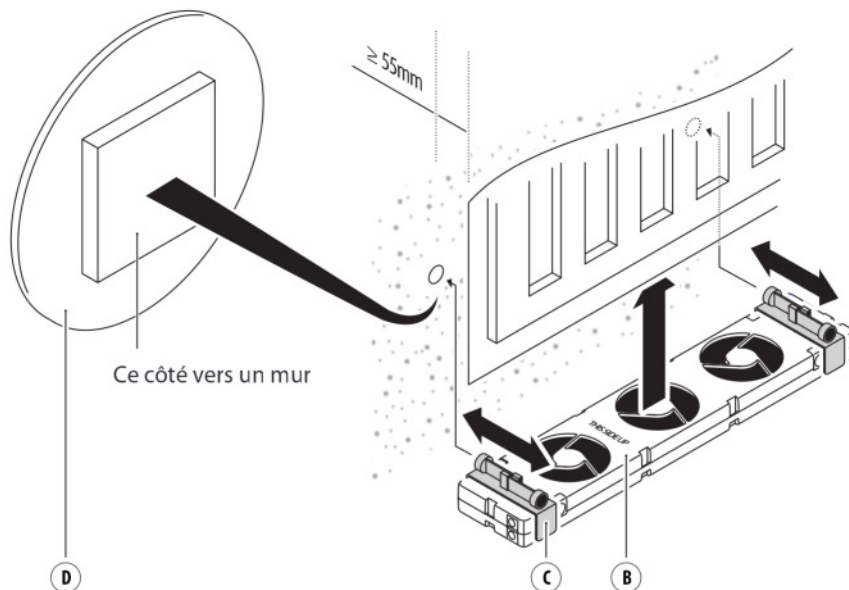

Fig. 7 - Fixation du SpeedComfort (B1) au mur et au radiateur à plaque unique.
2. Refaites les étapes 1 à 7 comme pour le radiateur large. À l'endroit identifié, collez les deux **plaques métalliques** (D1, D2) sur le mur. Utilisez les **aimants réglables** (c1, c2, c3, c4) sur les **supports** (C1, C2) pour connecter le **SpeedComfort** (B1) au mur et au radiateur à plaque unique (voir fig. 7).